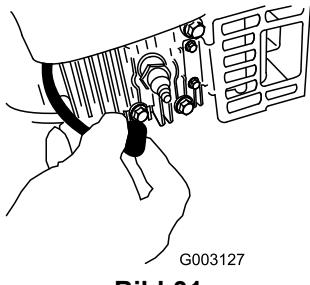

Bild 31
- Ziehen Sie das Zündkabel von der Zündkerze (Bild 31) ab, bevor Sie Wartungsarbeiten ausführen.